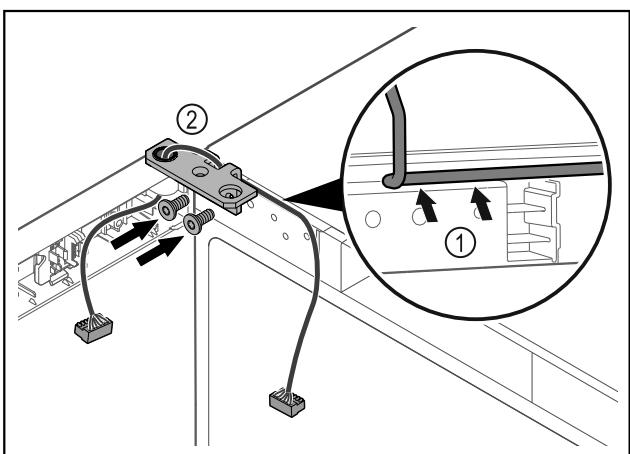

Fig. 42
- Provedite kabel kroz izrez na kutnoj šarci i oprezno ga položite Fig. 42 (1).
- Navrnite kutne šarke Fig. 42 (2).